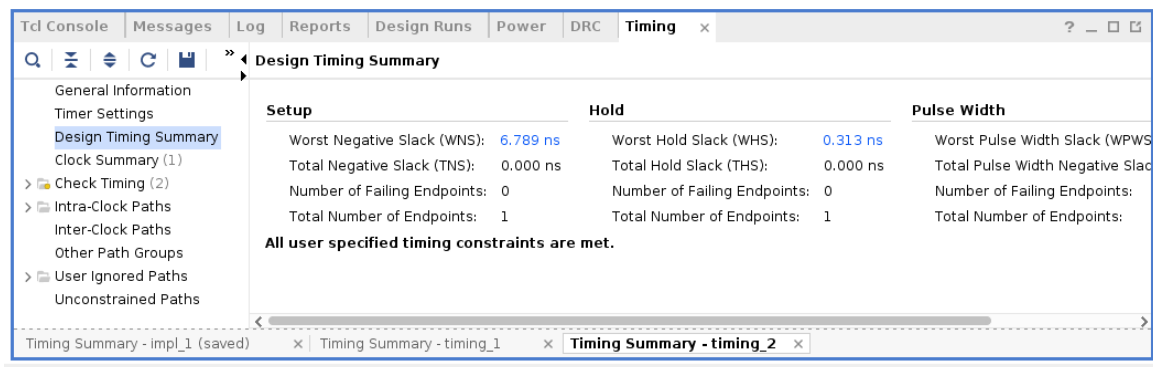

Figure 16 – Résultats de l'implémentation
- Regardez aussi le report de “timing”. Vous devriez obtenir un résultat similaire à la Figure 16. Le WNS doit être toujours positif.